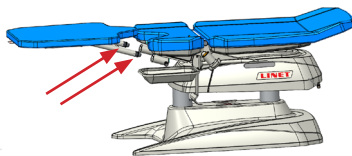

Fig. 1 Ajuste da superfície do paciente
- 2) Insira as barras de orientação nos dois orifícios do suporte sob o assento (Fig. 1)